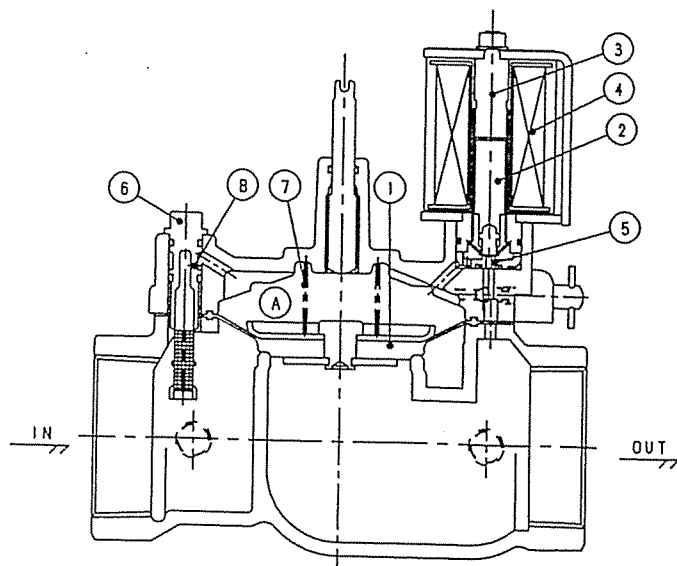

図20
コイル④への通電をやめるとプランジャ②がばねの力によりコアー組立③より離れパイロット弁座⑤を閉じます。すると、流体圧がフィルタ組立⑥のブリードオリフィス⑧を通じダイヤフラム組立上部①に作用し、ダイヤフラム組立上下の圧力差及びスプリング⑦の力により、ダイヤフラム組立が下降して止水状態を保ちます。(図20参照)